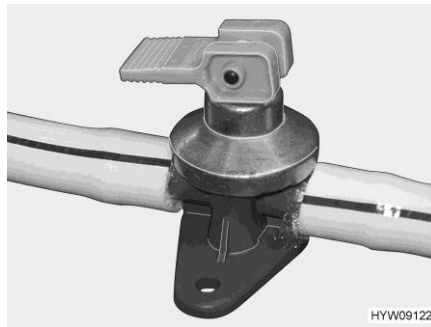
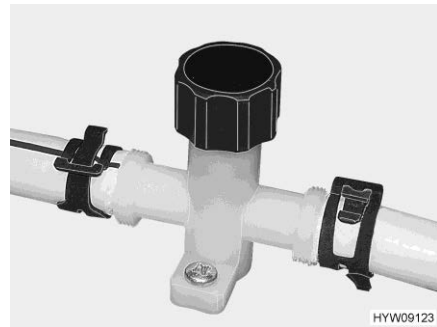

Bild 146 Ablasshahn mit Kipphebel
Bild 147 Ablasshahn mit Drehknopf
- Alle Ablasshähne (Bild 146 bzw. Bild 147) öffnen.